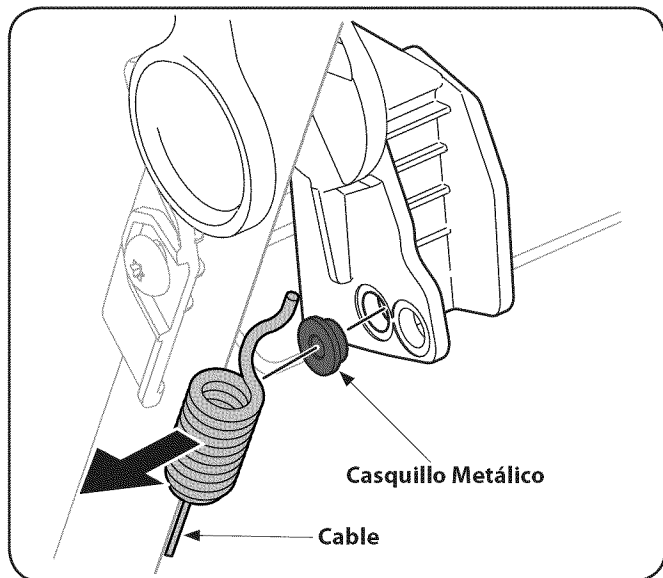

Figura 27
3. Desenganchar el cable y retire el casquillo metálico desde el asa de la unidad de plástico. Vea Figura 27.